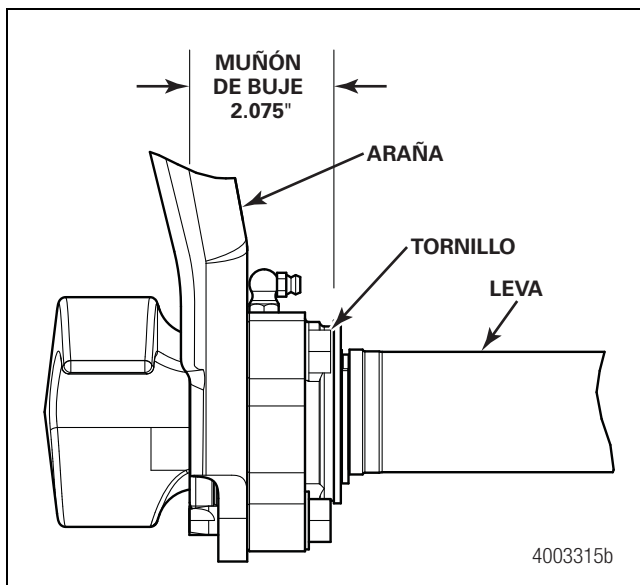

Figura 11.14
- Las levas con muñones tratados térmicamente se usan con bujes apertados. Figura 11.14.